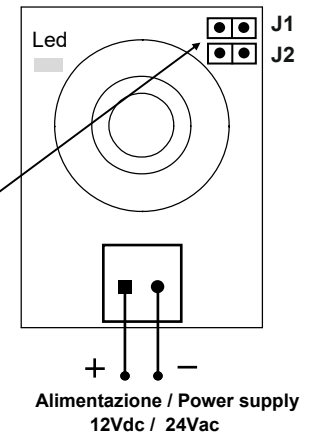

FIG. 1
- Select the channel to be used by means of jumper as per table 1 and figure 1;
- Sélectionner le canal que vous souhaitez utiliser avec le Jumper, selon le tableau 1 et figure 1;